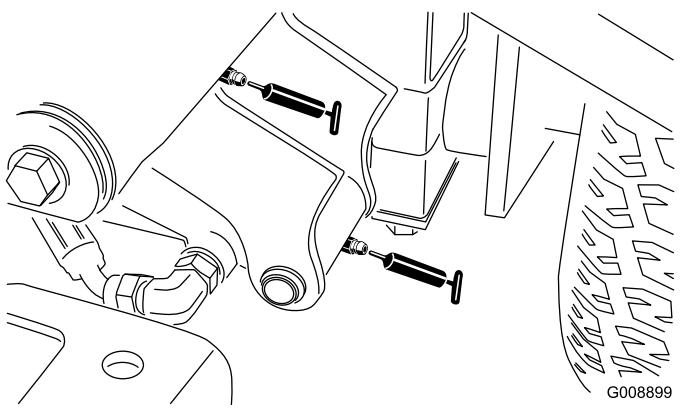

Figura 42
- Pivote y cilindro de elevación del brazo de elevación delantero izquierdo (2) (Figura 42)